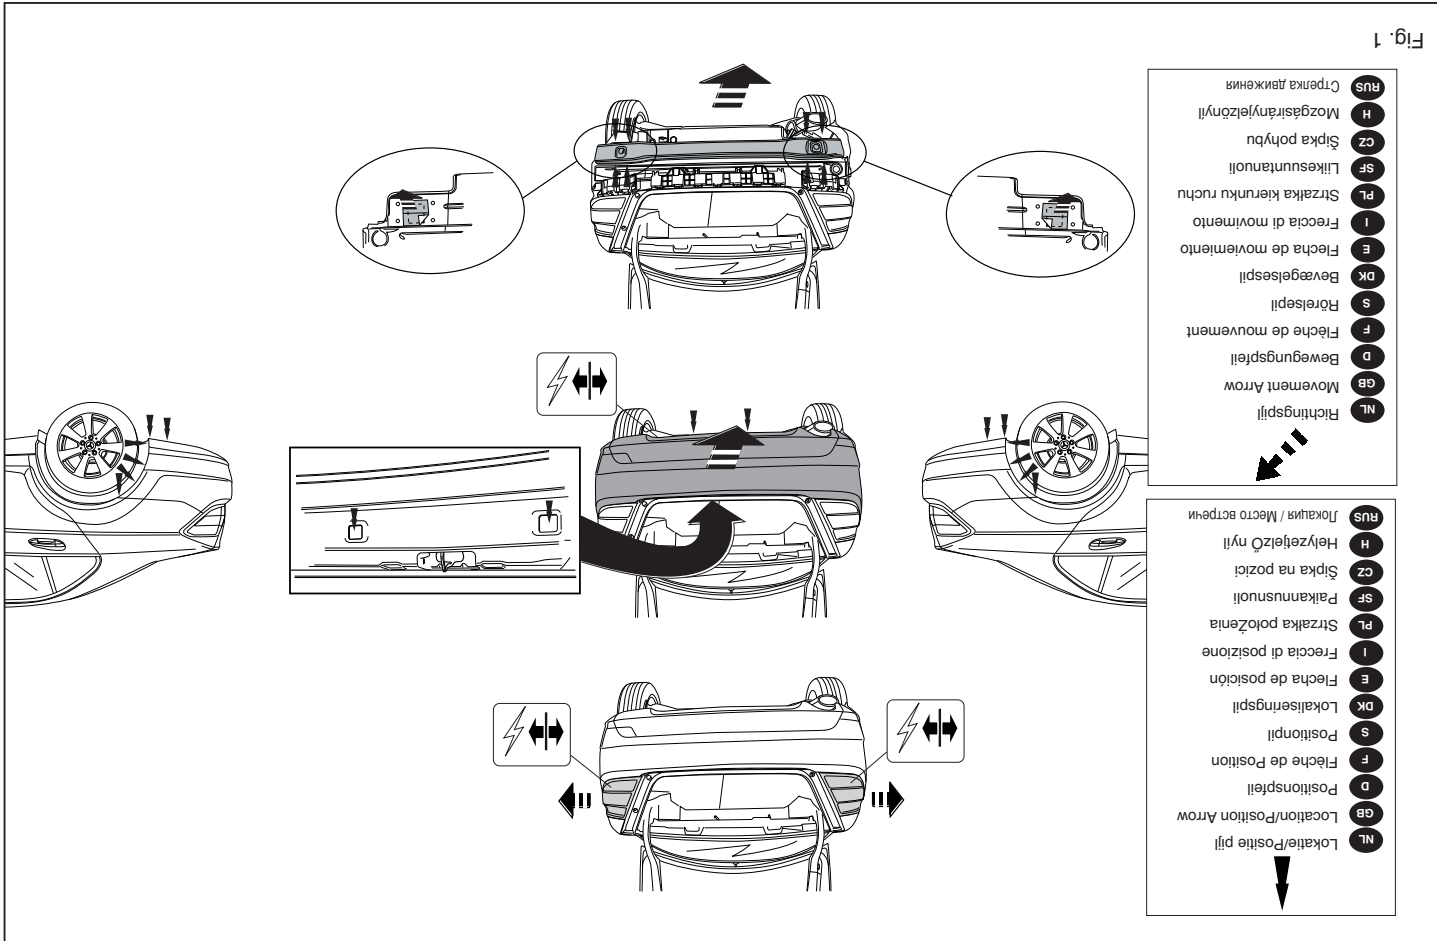

Fig. 1
1. Remove the rear-light units. Remove the bumper and the steel buffer beam from the vehicle. The buffer beam will no longer be needed. See figure 1.
- nen Stoßbalkens vom Fahrzeug abmontieren. Der Stoßbalken wird nicht mehr benötigt. Siehe Abbildung 1.
la traverse en acier ; la traverse ne sera plus utilisée. Voir la figure 1.
1. Снять оба блока задних фар. Снять бампер вместе со стальным буферным брусом автомобиля; буферный брус больше не понадобится. См. рисунок 1.